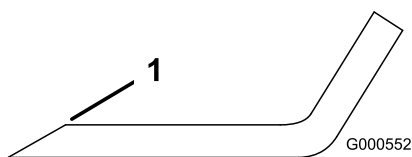

Figura 67
- Utilize uma lima para afiar aresta de corte em ambas as extremidades da lâmina (Figura 67).
Nota: Se lâmina não estiver equilibrada, lime algum metal da extremidade da aba apenas (Figura 67).